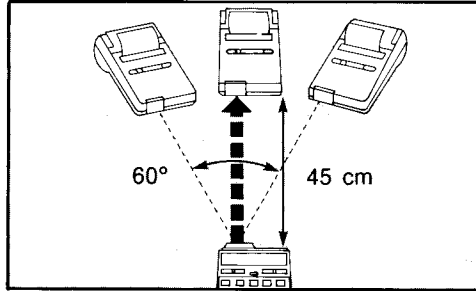

Figure 1-2. Distance horizontale maximale de transmission et angle maximal
1. Versichern Sie sich, daß Rechner und Drucker eingeschaltet sind und daß beide entsprechend den in Abbildung 1-2 und 1-3 erläuterten Positionierungsgrenzen aufgestellt sind. Ist diese Bedingung erfüllt, so fahren Sie mit Schritt 2 fort.
Votre calculateur et votre imprimante doivent être placés dans les limites décrites par les figures 1-2 et 1-3 pour assurer une bonne communication.